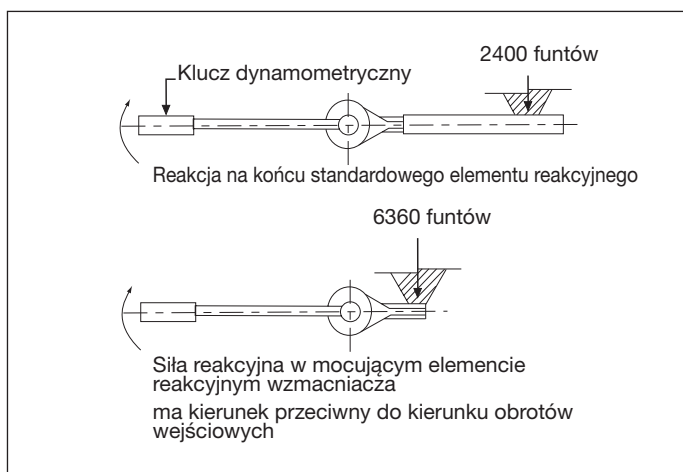

Rys. 3, Widok strony wejściowej (pokazane ustawienie z obrotem CW, czyli zgodnie z kierunkiem ruchu wskazówek zegara)
Zapadka wybieraka (rys. 3, element 3) musi być ustawiona w pozycji neutralnej, a śrubę ustalającą pozycji neutralnej (rys. 3, element 2) należy dokręcić, aby zablokować zapadkę wybieraka w przypadku pracy z zasilaniem elektrycznym. Służy ona do sterowania kierunkiem obrotów wzmacniacza momentu obrotowego w przypadku zasilania ręcznego (funkcja niedostępna w modelach E290+, E291, E391). Nie używać klucza udarowego do zasilania, gdyż może to spowodować uszkodzenie mechanizmu napędowego zębatego.
- Ustaw wymagany kierunek obrotów poprzez przestawienie zapadki wybieraka (rys. 3, element 3) w kierunku wskazanym przez litery i strzałki zaznaczone na obudowie po stronie wejściowej (rys. 3, element 1). PRZYKŁAD: „CCW” oznacza obrót w kierunku przeciwnym do kierunku ruchu wskazówek zegara, dociśnij zapadkę do samego końca w kierunku wskazanym przez strzałkę „CCW”. Aby uzyskać obroty w kierunku zgodnym z ruchem wskazówek zegara, dociśnij zapadkę w przeciwnym kierunku, oznaczonym „CW” (funkcja niedostępna w modelach E290+, E291, E391).
Model z mechanizmem zabezpieczenia przed luzami: za pomocą klucza dynamometrycznego przyłóż wystarczający moment obrotowy, aby zwolnić wewnętrzny mechanizm zabezpieczający przed luzami; utrzymuj przykładany moment wejściowy i wciśnij zapadkę wybieraka (rys. 3, element 3) do położenia przeciwnego (PRZYKŁAD: Zapadka ustawiona w pozycji „CW” wymaga przestawienia do położenia „CCW”). Powoli zwolnij moment wejściowy (funkcja niedostępna w modelach E290+, E291, E391).
Użyj zatwierdzonego **bezbudarowego** napędu zasilającego z modelami: (tylko E391, E392, E393, E492, E493, E494 lub E495). **Zablokuj zapadkę wybieraka w pozycji** neutralnej poprzez jej wyśrodkowanie pomiędzy położeniami „CW” i „CCW” i dokręć śrubę ustalającą (rys. 3, element 2).